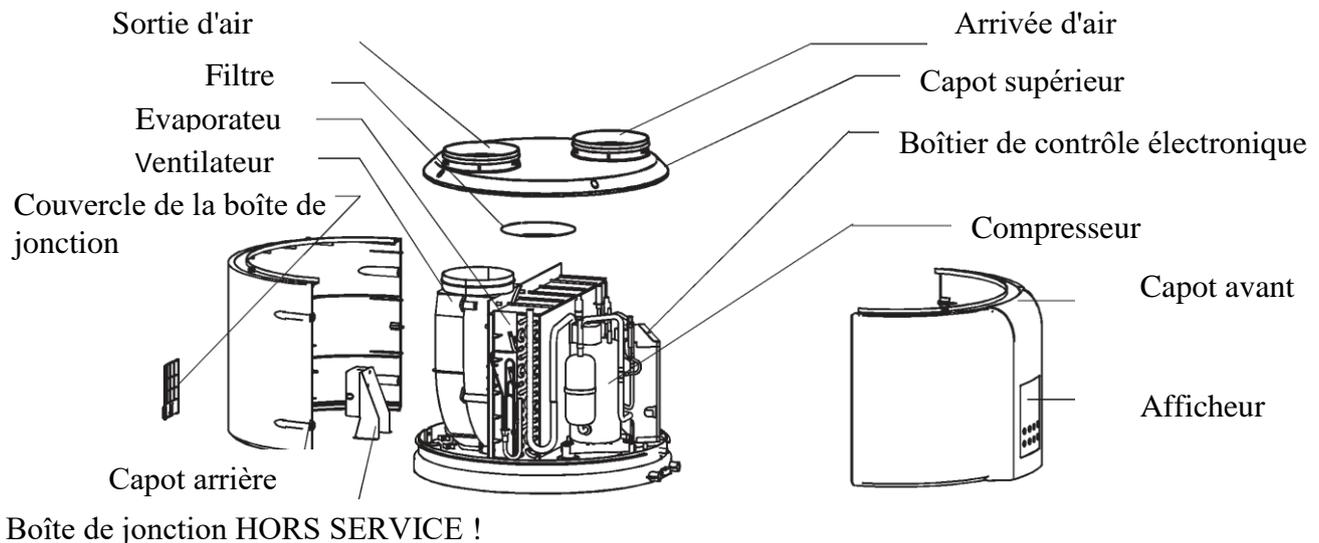
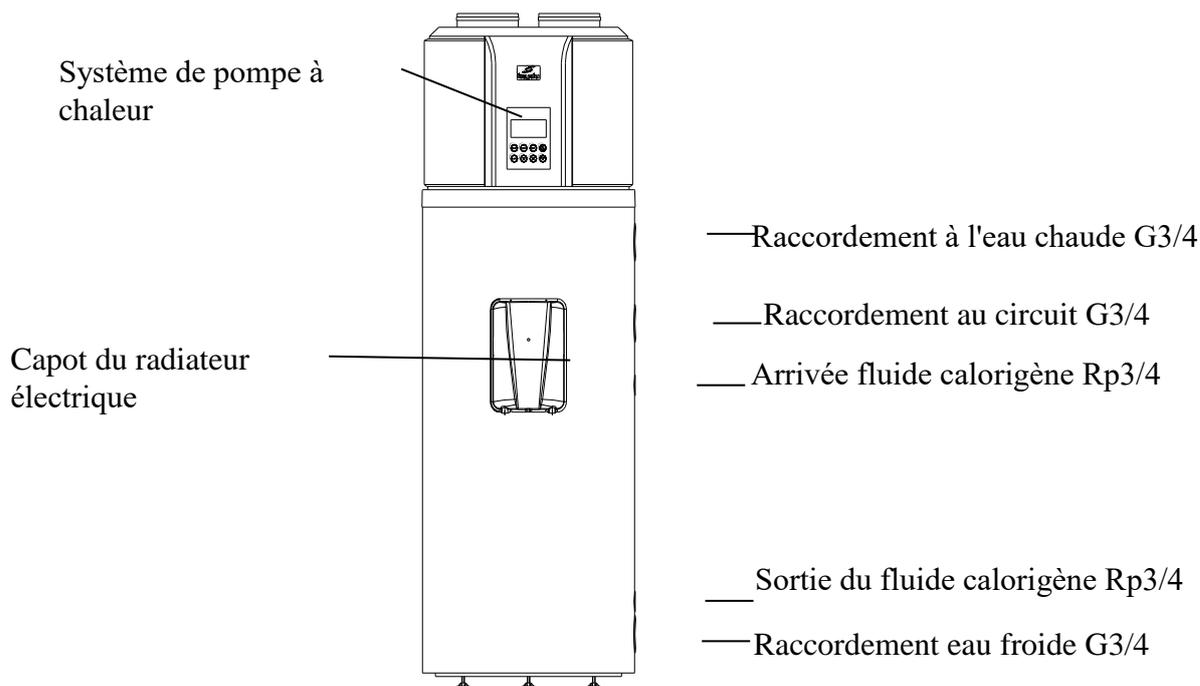

Figure 2.1-1.
Figure 2.1-2.
Le chauffe-eau à pompe à chaleur HB300(C) se compose principalement d'une partie supérieure dans laquelle se trouve la pompe à chaleur (**figure 2.1-1**) et d'une partie inférieure dans laquelle se trouve le réservoir (**figure 2.1-2**). La surface interne du réservoir d'eau chaude d'une capacité de 300 l est émaillée, et sa surface externe est protégée par une épaisse couche d'isolant en polyuréthane à haute performance, elle-même recouverte par l'habillage extérieur en plastique de l'appareil. Sur le capot se trouvent le thermoplongeur, le régulateur, l'électronique du témoin d'usure de l'anode, et le témoin d'usure de l'anode en magnésium, qui se trouvent placés horizontalement sur le même axe que le capot.